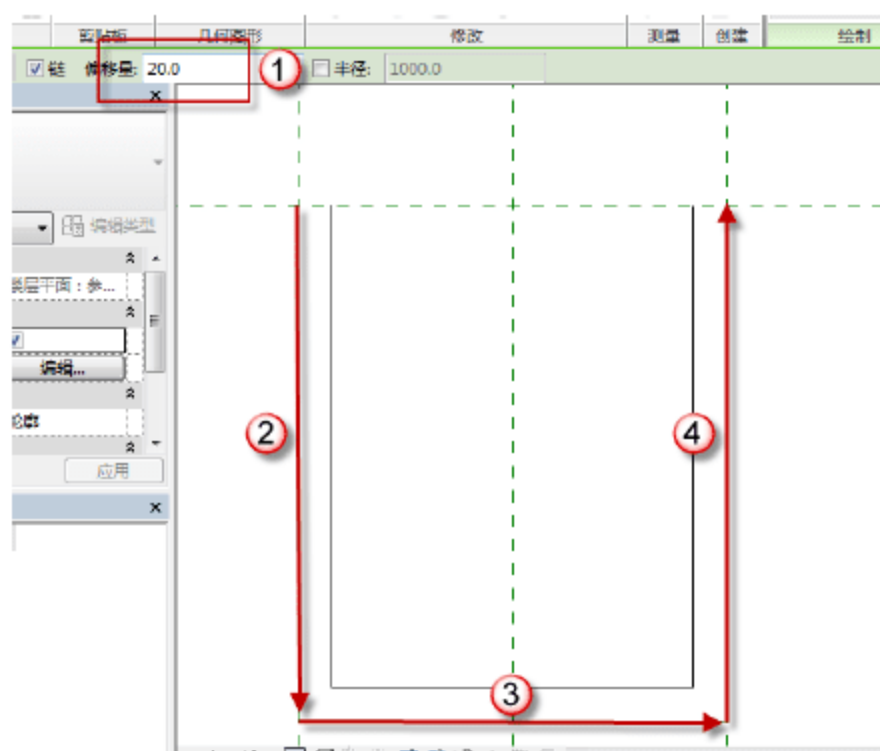

图 9.2.46 绘制直线
(6) 绘制直线。在“偏移量”后输入“20”，然后绘制直线，如图 9.2.46 所示。